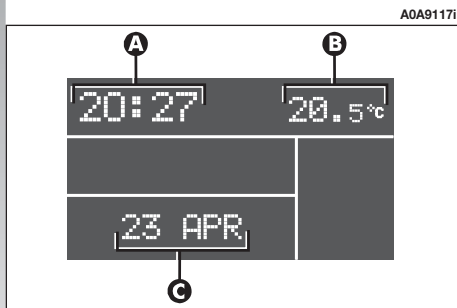

fig. 88
- Orologio (A-fig. 88);
- Temperatura esterna (B);
- Data (C).